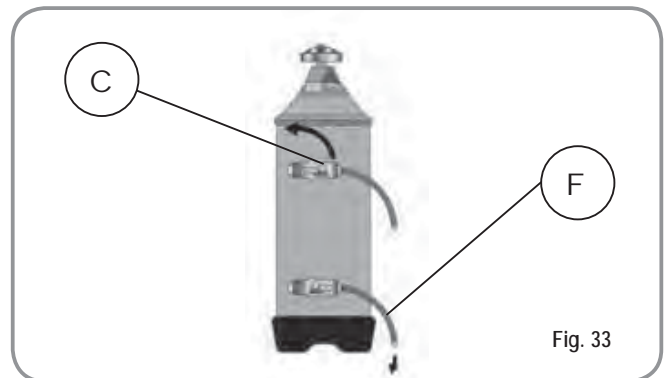

Fig. 33
2) Colocar nuevamente el tapón y llevar la palanca C hacia la izquierda (Fig. 33), dejando descargar el agua salada del tubo F para que no se vuelva dulce aproximadamente 1/2 hora).